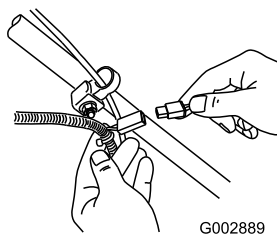

Figura 44
1. Conecte el cargador al arnés de cables del cortacésped, situado debajo de la llave de contacto (Figura 44).